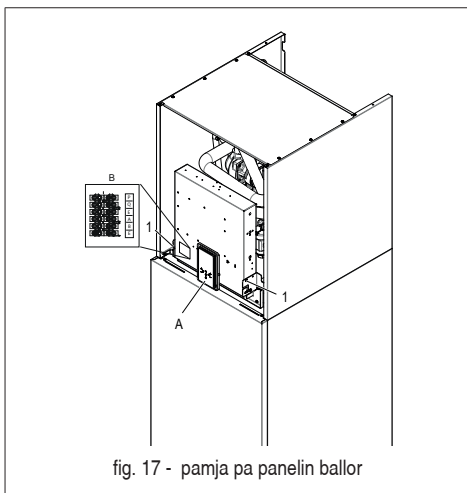
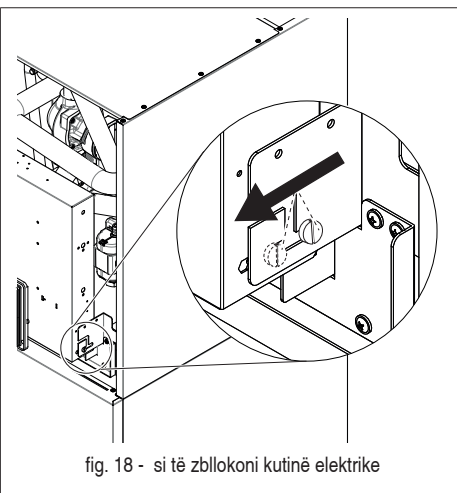
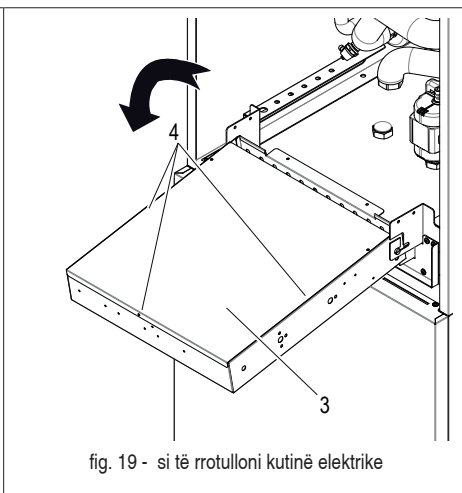

fig. 17 - pamja pa panelin ballor
fig. 18 - si të zblokon kutinë elektrike
fig. 19 - si të rrotulloni kutinë elektrike
Për të hyrë në terminalet e njësisë së brendshme, hiqni dy vidat (pj. 1 - fig. 17) nën kutinë elektrike, pastaj kapeni kutinë elektrike dhe zhblokojeni (fig. 18), pastaj rrotullojeni përpara (fig. 19). Hiqni llamarinën e pasme (pj. 3 - fig. 19) të fiksuar me 3 vida (pj. 4 - fig. 19).
- A** Paneli i ekranit dhe tastiera (fig. 17)
Morseteria (pj. B fig. 17) ndodhet në anën e majtë të kutisë elektrike të faldajës. Morseteria është e llojit mashkull-femër. Në anën e morseterisë ndodhet një etiketë identifikuese e 6 morsetave të disponueshme.